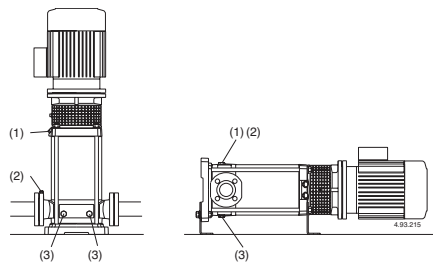

Fig. 4 (1) Remplissage et évent
Avec la **pompe au dessus du niveau de l'eau** (fonctionnement en aspiration, **fig. 3A**) ou avec un niveau d'eau en charge non suffisant (inférieur à 1 m) pour ouvrir le clapet de non-retour, remplir le tuyau d'aspiration et la pompe à travers du trou approprié (1) (**fig. 4**).
(2) Event aspiration
(3) Vidange
Avec le **niveau d'eau côté aspiration sur la pompe** (fonctionnement en charge, **fig. 3B**), remplir la pompe en ouvrant lentement et complètement la vanne sur le tuyau d'arrivée, en tenant ouverte la vanne de refoulement et les bouchons (1), (2) (**fig. 4**) pour purger l'air.
Serrer les bouchons d'évent (1), (2) (**fig. 4**), pour **MXV-B, MXV(L) 25-32-40 et MXV(L)4 25-32-40** serrer la vis-épingle (14.17) dans le bouchon de vidange (14.12) (**fig. 4b**) et fermer l'évent (14.04).
Si l'on constate une perte d'amorçage (interruption du flux au refoulement, bien que les vannes soient ouvertes) ou si l'on note une oscillation de la pression indiquée par le manomètre, repurger le tuyau d'aspiration (2), vérifier que tous les joints du tuyau d'aspiration soient parfaitement étanches et fermer les bouchons de purge (2) et les bouchons de vidange (3) sur l'aspiration (**fig. 4**).
Si possible comme dans le cas d'utilisations temporaires avec des liquides sales, faire fonctionner la pompe avec de l'eau propre pour éliminer les dépôts. Préférer le rinçage immédiat de la pompe avec de l'eau propre (environ 40 litres), remplir par le bouchon (1) sur le refoulement et vidanger par le bouchon (3) sur l'aspiration (fig. 4.).
Avant le désassemblage, fermer les vannes d'aspiration et de refoulement et vider le corps de pompe (fig. 4).